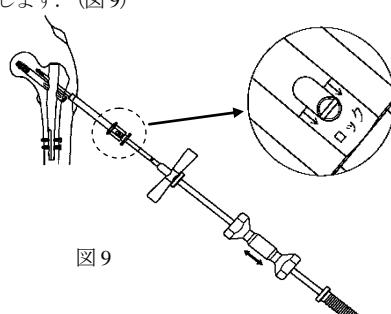

図 9
- 8) 7) の手順でも抜去が困難な場合は、抜去用エクストラスクリューholdderでエクストラスクリューのヘッド部を把持し、指標ピンが矢印マーキングの範囲内 (ロック側) に入っていることを確認した後、抜去用エクストラスクリューT レンチの後端にネイル抜去器を接続し、ハンマーをスライドさせて軽く衝撃を与えながら、エクストラスクリューを抜去します。 (図 9)